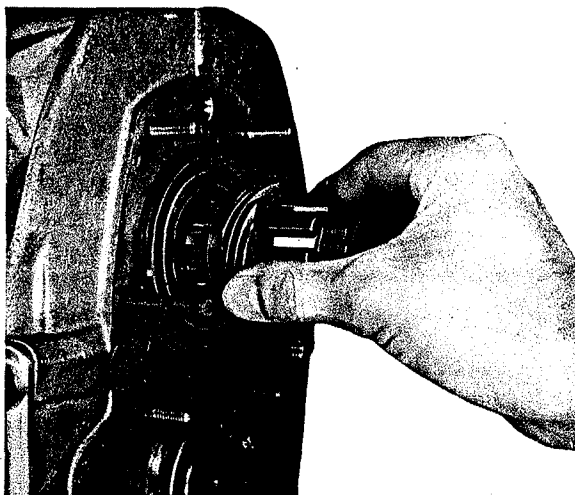

Fig. 52
2. Faire glisser la vis sans fin du tachymètre comme le montre la fig. 52 et emmancher également la vis sans fin à l'aide de la douille „9“ jusqu'à ce qu'elle bute contre la bague intérieure.